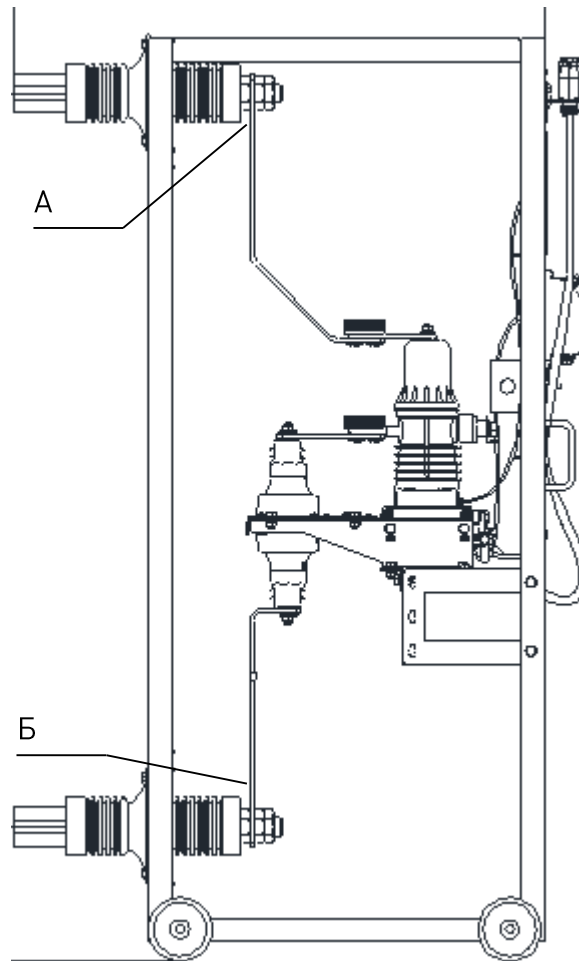

Рис.6.3. Точки измерения сопротивления
Электрическое сопротивление измеряется без учета разъемных контактов. Точки измерения сопротивления показаны на Рис.6.3. Сопротивление между точками А и Б не должно превышать 180 мкОм.
- подсоединить клеммы испытательного оборудования (РЕТОМ-21 или аналогичного) к ВЭ в точках 1,2, указанных на Рис.6.3;
- подать в первичные цепи ток, равный уставке МТЗ (использовать РЕТОМ-21 или аналогичное оборудование). Клеши подключать к ВЭ в точках, указанных на Рис.6.3.